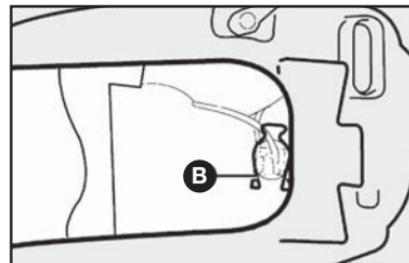

fig. 22
3) retirar o porta-lâmpada pressionando as presilhas B-fig. 22 abrindo-as lateralmente;